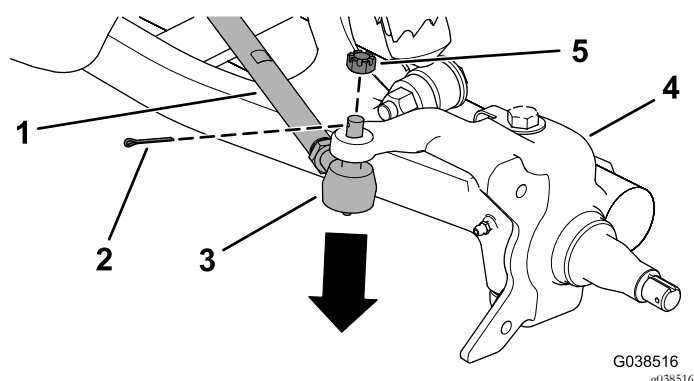

Figur 7
7. Fjern de fire sokkelboltene med sekskanthode (5/16 x 3/4 tomme), og fjern rotoren fra navet (Figur 7).
6. Monter rotoren til navet med fire sokkelbolter med sekskanthode (5/16 x 3/4 tomme) som vist i Figur 7.